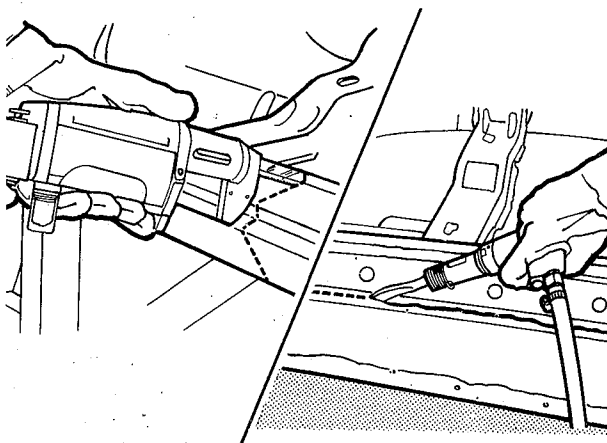

fig. 112
5. Cortar o painel da soleira, ao longo da linha de corte vertical, utilizando uma serra pneumática. Separar o painel com uma talhadeira pneumática (fig. 112)